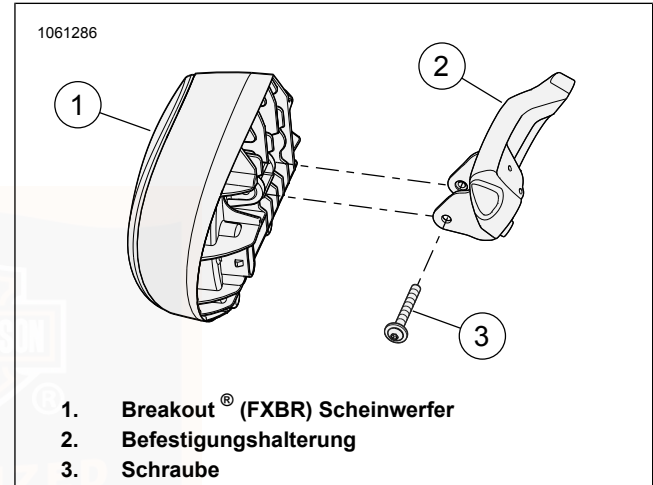
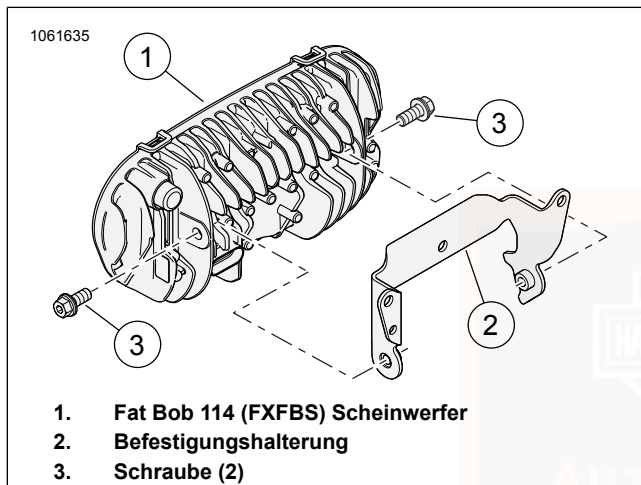

Abbildung 80. Scheinwerfereinstellung
Abbildung 81. Scheinwerfereinstellung
1. Siehe Abbildung 80 und Abbildung 81. Die vertikale Einstellschraube (3) lockern. Den Scheinwerfer vertikal so weit neigen, bis der Strahl auf der Mitte der horizontalen Linie liegt.
2. Die vertikale Einstellschraube (3) anziehen: